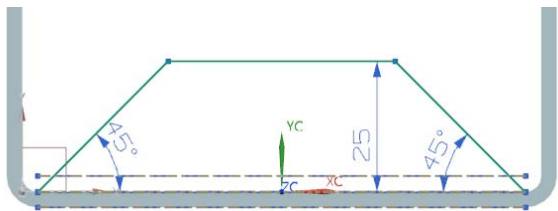

图 7-69 倒角后的零件
(3) 在对话框中单击“编辑草图”按钮, 进入草图环境, 编辑草图如图 7-69 所示。单击“完成”图标, 草图绘制完毕。